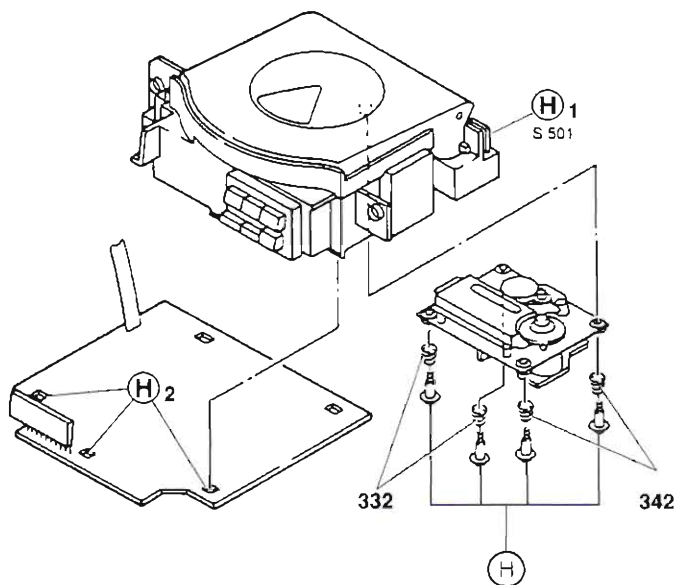

Fig. 8
**11. CD-Leiterplatte ausbauen** (Fig. 8)
- Schraube (H)1 herausdrehen und CD-Fachdeckelschalter-Platte (S 501) abnehmen.
- Drei Plattenhalter (H)2 ausrasten.
**12. CD-Laufwerk ausbauen** (Fig. 8)
- 4 Schrauben (H) herausdrehen.
**11. Removing the CD Circuit Board** (Fig. 8)
- Undo screw (H)1 and remove the CD door switch board (S 501).
- Disengage three catches (H)2 holding the circuit board.
**12. Removing the CD Mechanism** (Fig. 8)